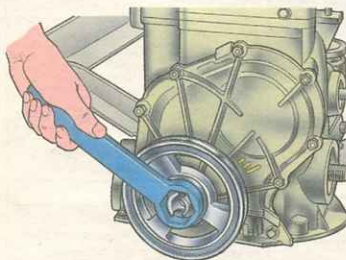

Рис. 3.5. Отворачивание храповика (гайки) коленчатого вала ключом А.50121
3.10) и отвернув ключом А.50121 храповик (рис. 3.5).